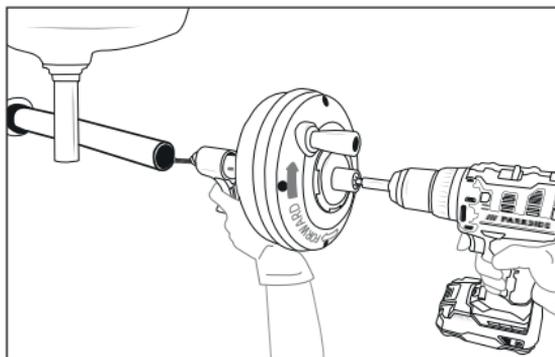

Abb. 3
- 8) Überprüfen Sie, ob das Gerät im Abstand von höchstens 10 cm zur Abflussöffnung gehalten werden kann. Ein größerer Abstand zur Abflussöffnung erhöht das Risiko, dass die Spirale 8 sich verdreht oder knickt. Sollte der Abstand größer sein, muss die Abflussöffnung mit Rohren und Anschlüssen gleicher Größe verlängert werden, sodass das Gerät maximal 10 cm vor der Abflussöffnung platziert werden kann (siehe Abb. 3). Wenn die Spirale 8 unzureichend abgestützt wird, kann sie knicken, sich verdrehen und beschädigt werden oder den Bediener verletzen.
- 7) Drehen Sie die Trommel **2** im Uhrzeigersinn (sichtbar am Pfeil auf der Rückseite der Trommel **2**, siehe Abb. 3) und drücken Sie den Auslöser **6**. Durch die Betätigung des Auslösers **6** wird die Spirale **8** in den Abfluss geführt.